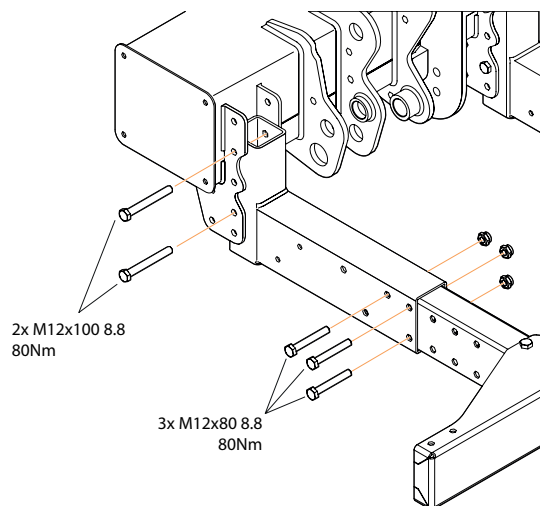

Abbildung 51. Montage des Unterfahrsschutzes
1. Die innere Konsole in einer der vier möglichen Höheneinstellungen montieren. Die Höheneinstellung auswählen, welche den vorgegebenen Anforderungen entspricht, siehe Abschnitt "3.2 Gesetzlich vorgeschriebene Maße" auf Seite 9. Die zugehörigen Schrauben verwenden (M12x100). Montieren, ohne die Schrauben anzuziehen, siehe Abbildung 51.
Die zugehörigen Schrauben verwenden (M12x80). Montieren, ohne die Schrauben anzuziehen. siehe Abbildung 51.